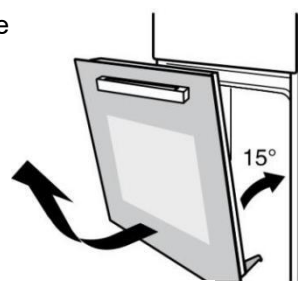

Рис.2
2. Закройте дверцу духовки примерно на 15 градусов, затем поднимите дверцу и медленно вытащите ее из духовки (рис. 2) .